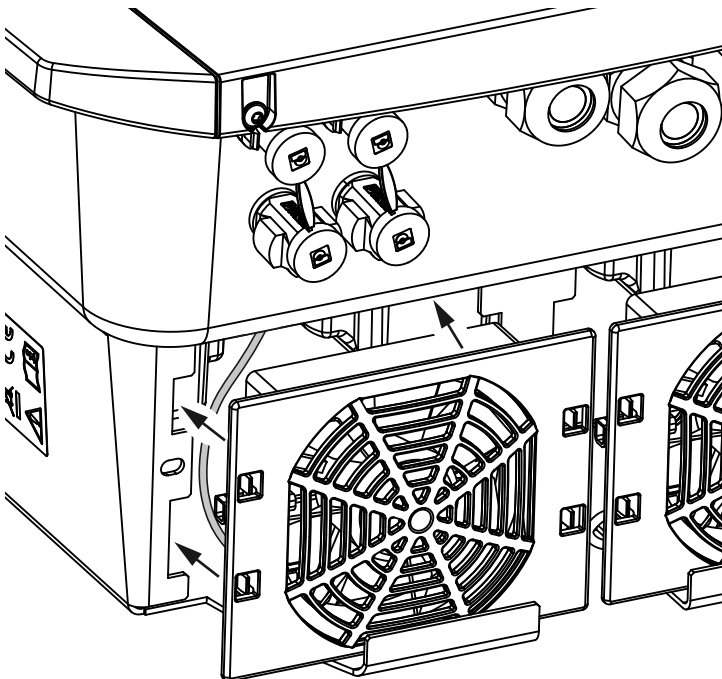

Abb. 66: Lüftereinbau
- dass der Lüfter richtig in den Lüfterrahmen eingebaut wurde (Luftstromrichtung).  **Abb. 66**